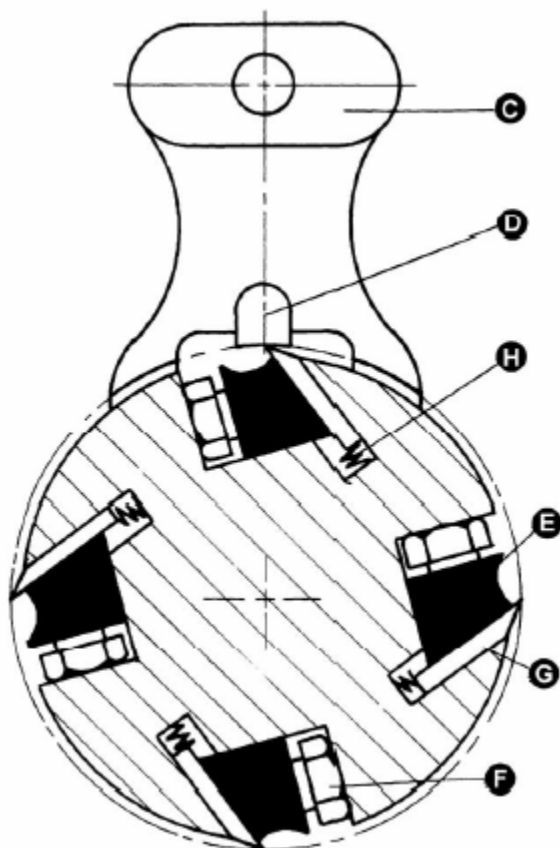

Рис. 19
3. Для контроля и регулировки ножей следует воспользоваться прилагаемым калибром для ножей (рис. 19 и 20), проверять необходимо все четыре ножа. Ножи должны едва касаться низа центрального выступа (рис. 19, D) калибра ножей.
4. При необходимости в регулировке одного или нескольких ножей слегка ослабить прижимную планку ножей (рис. 19, E), вворачивая в планку шесть фиксирующих винтов (рис. 19, F). Достаточно ввернуть винты для снятия усилия в режущей головке без нарушения настройки ножей. Выполнить это для всех остальных четырех ножей одновременно.
5. Поместив калибр над ножом (рис. 19, G), продолжать ослаблять фиксирующие винты (рис. 19, F) до тех пор, пока пружины (рис. 19, H) не начнут поднимать нож. После соприкосновения ножа с центральным выступом (рис. 19, D) калибра поджать прижимную планку, слегка выворачивая шесть фиксирующих винтов (рис. 19, F) к пазу.
7. После регулировки всех четырех ножей с поджатыми винтами, вывернуть и затянуть шесть фиксирующих винтов (рис. 19, F и 20) к пазу, начиная с концевых винтов, затем центральными, до полного закрепления ножа в режущем валу. Тем же способом затянуть остальные три ножа.
3. Для снятия ножа ослабить прижимную планку (рис. 19, E), вворачивая шесть фиксирующих винтов (рис. 19, F) в прижимную планку. Снять прижимную планку (рис. 19, E), нож (рис. 19, G) и пружины (рис. 19, H). ПРИМЕЧАНИЕ: две внутренние пружины могут выскочить при снятии ножа и прижимной планке.
8. Поставить на нож калибр для ножа (рис. 19, C).
9. Удерживая калибр на ноже, ослабить шесть фиксирующих винтов (F), вворачивая их в прижимную планку (E) до тех пор, пока режущая кромка ножа не коснется выступа (D) калибра. Поджать прижимную планку, слегка выворачивая шесть фиксирующих винтов к пазу.
11. После регулировки всех четырех ножей с поджатыми винтами, вывернуть и затянуть шесть фиксирующих винтов (рис. 19, F) к пазу, начиная с концевых винтов, затем центральными, до полного закрепления ножа в режущем валу. Тем же способом затянуть остальные три ножа.